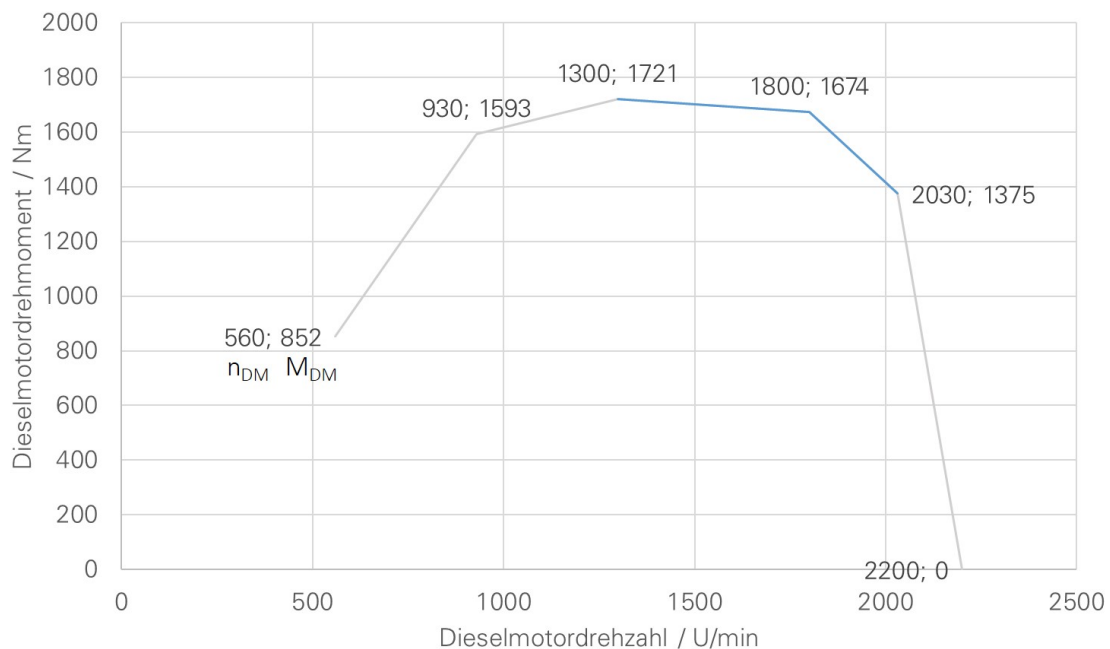

Abbildung 4.1: Drehmoment-Charakteristik der betrachteten Dieselmotoren
- Bestimmen Sie die Nennleistung des Dieselmotors mit Hilfe des Diagramms (Abbildung 4.1)